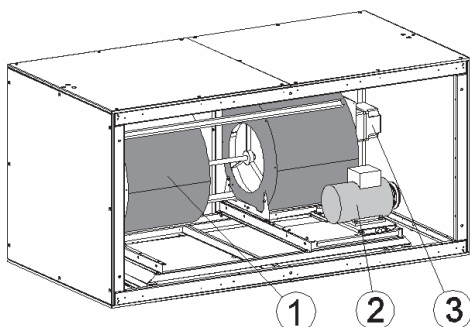

Рис. 3
I.1.1.3 Модуль SV (150)
Модуль SV (150) (рис. 3) представляет собой секцию вентиляторов для агрегатов типоразмера 150. Эти модели оборудованы сдвоенными вентиляторами с ременным приводом.